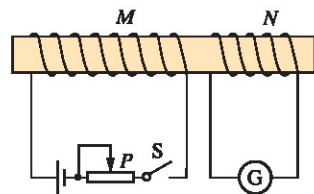

图 1-4-7
**【例题 1】** 在图 1-4-7 中, 线圈  $M$  和线圈  $N$  绕在同一铁芯上, 线圈  $M$  的电路中串联着电池、开关与滑动变阻器, 线圈  $N$  的电路中串联着电流计. 若电流从左(右)侧流入电流计则电流计指针向左(右)侧偏转, 试用楞次定律判定以下几个过程中电流计指针的偏转情况.
- (1) 开关  $S$  闭合.
- (2) 开关  $S$  闭合后, 滑动变阻器滑动片  $P$  向左滑动.
**【解】**(1) 当开关  $S$  闭合时, 线圈  $M$  中从右向左看为逆时针方向的电流从无到有, 故其在铁芯中有水平向右的磁场逐渐增大, 通过线圈  $N$  的磁通量增大, 由楞次定律知线圈  $N$  中产生水平向左的磁场以阻碍磁通量的增大, 再由安